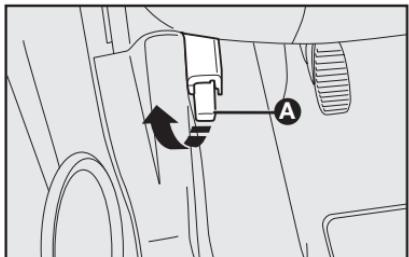

fig. 59
- jalar la palanca **A**-fig. 59 en el sentido indicado por la flecha;